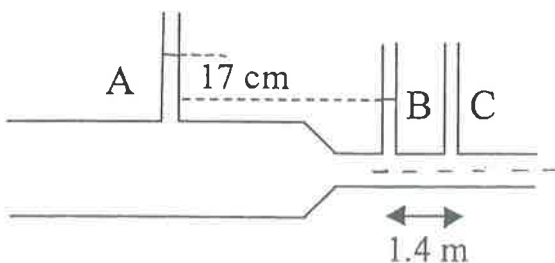

Figura 1
1.- (4 puntos) Un depósito de grandes dimensiones, cerrado a la atmósfera, contiene agua hasta una altura de 4 m. En su parte superior existe aire comprimido a una presión manométrica de 12960 Pa. El depósito desagüa a la atmósfera a través de una tubería horizontal en su base seguida de una tubería de la misma sección inclinada un ángulo α ($\text{sen } \alpha = 0.6$) y de una tercera tubería con la misma inclinación y de sección mitad, tal como indica la **Figura 1**. Suponiendo despreciables los efectos de viscosidad y las pérdidas en el codo, calculad: